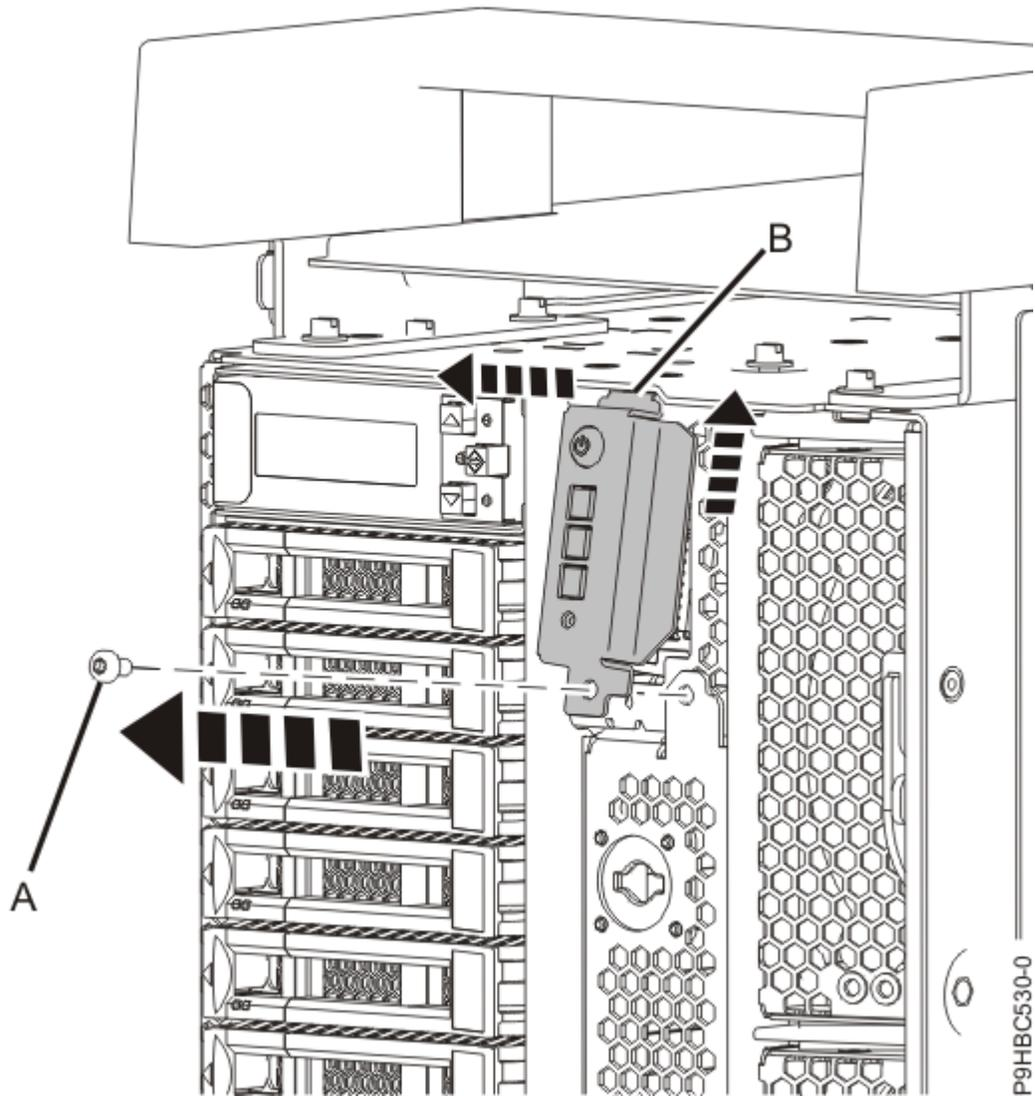

Abbildung 18. Schrauben der Steuerkonsole bei einem Standalone-System lösen
- a) Entfernen Sie die Schraube **(A)**, mit der die Steuerkonsole am System befestigt ist (siehe Abbildung 18 auf Seite 20). Drehen Sie die Steuerkonsole anschließend nach oben, um die Lasche **(B)** an der Oberseite zu entriegeln.